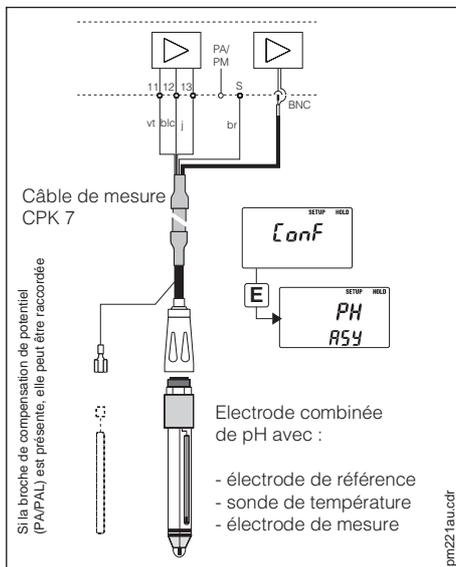

Fig 4.7 Raccordement asymétrique haute impédance de l'électrode de pH
- pas de compensation de potentiel -> raccordement asymétrique (fig. 4.7)